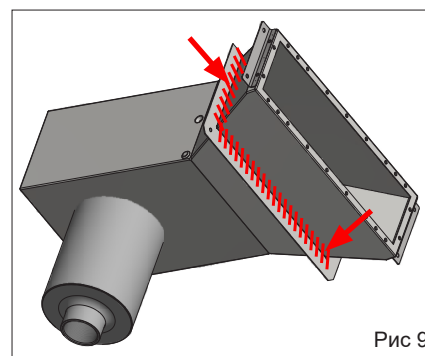

Рис. 9.
2. Заполните швы между залитым фланцем и корпусом переливной трубы герметиком (рис. 9).